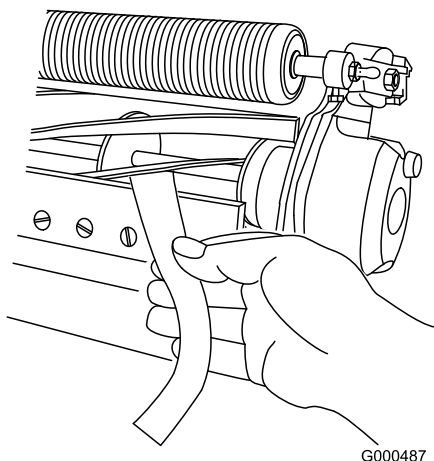

图11
B. 在滚刀与底刀之间插入一长条剪切性能纸纸要与底刀垂直 图11 然后 **缓慢** 向前旋转滚刀此操作应能切断性能纸如果不能请重复步骤 **A** 和 **B** 直至切断为止。
11. 在滚刀与底刀之间插入一长条剪切性能纸Toro零件号125-5610纸要与底刀垂直图11然后缓慢向前旋转滚刀此操作应能切断性能纸如果不能将每个底刀架调节螺栓都顺时针旋转1格直至切断为止。